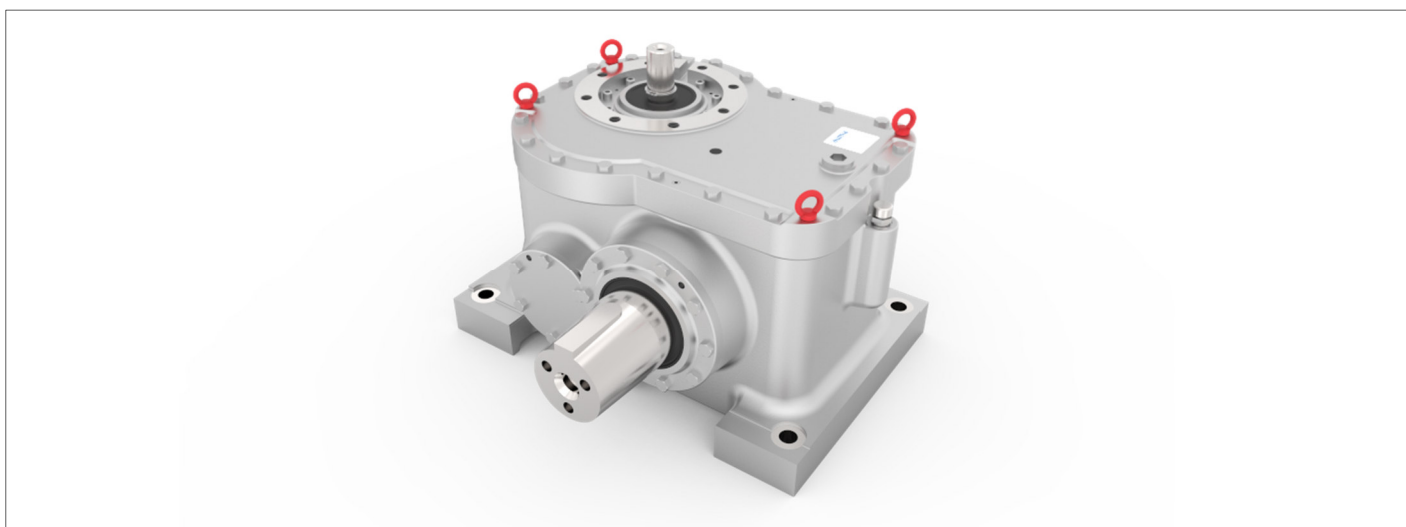

Abbildung 4: Anschlagpunkte
**Für den Transport sind nur Hebezeuge und Lastaufnahmevorrichtungen mit ausreichender Tragkraft einzusetzen!** Das Gesamtgewicht des Getriebes können Sie der Typenschildangabe entnehmen, Richtwerte finden Sie auch unter Abschnitt 3.3.2. **Die Lastaufnahme erfolgt über jeweils vier geeignete Ringschrauben. Es ist darauf zu achten, dass diese fest in das Gehäuse eingeschraubt sind. Es sind die in Abbildung 4 illustrierten Gewinde für den Transport zu verwenden.**